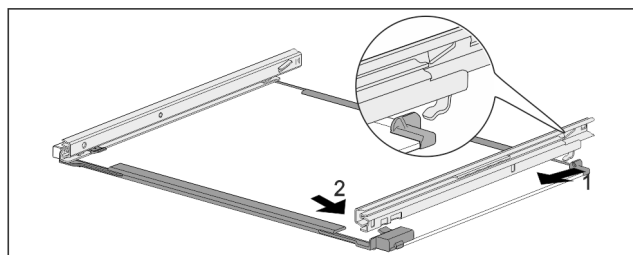

Fig. 266 带轨道的玻璃隔板
- ▶ 轨道后部钩入。 Fig. 266 (1)
- ▶ 轨道前部卡紧。 Fig. 266 (2)